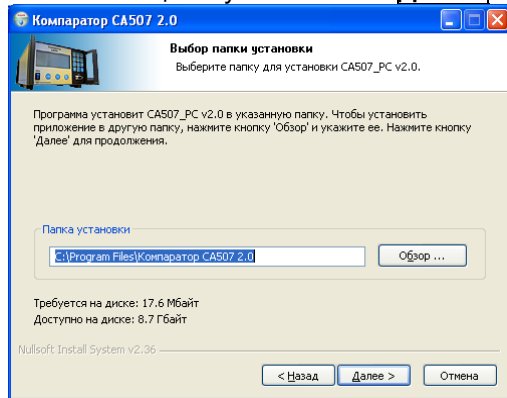

Рисунок 1.4
3) Определить место размещения ПО, для чего в следующем окне (рисунок 1.4) следует либо согласиться с предлагаемой по умолчанию